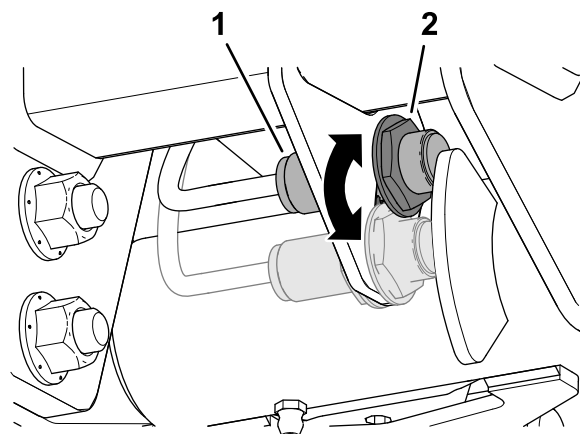

Рисунок 53
3. Ослабьте контргайку, которая крепит переключатель подъемного рычага к пластине переключателя (**Рисунок 53**).